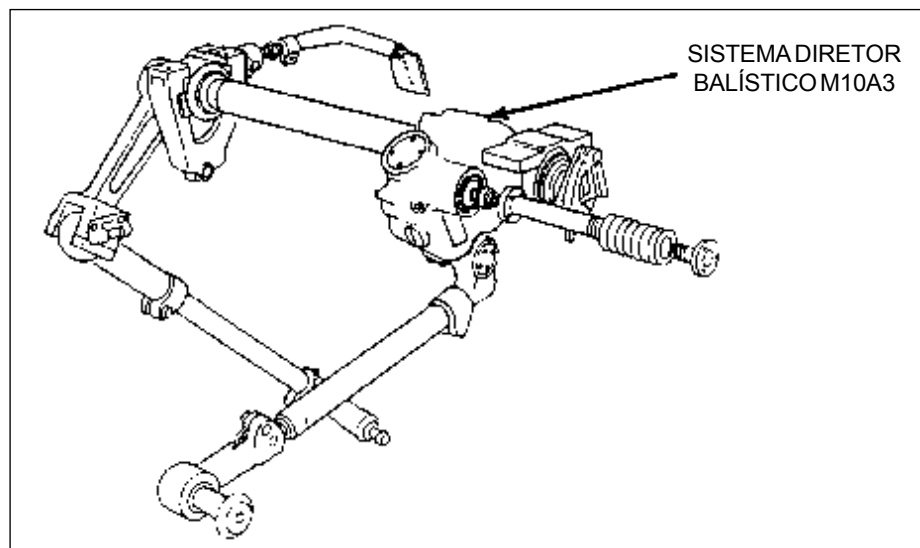

Fig 7-2 Componentes do sistema de direção balístico
a. O sistema diretor balístico M10 A3 coordena o movimento do tubo com as visadas dos instrumentos e permite ao Can e aos sistemas de pontaria se moverem, independentemente, enquanto uma elevação está sendo introduzida no tubo; a pontaria será mantida sobre o alvo, com erro de até 1 (um) milésimo, enquanto o atuador de superelevação atua sobre o tubo (Fig 7-2).